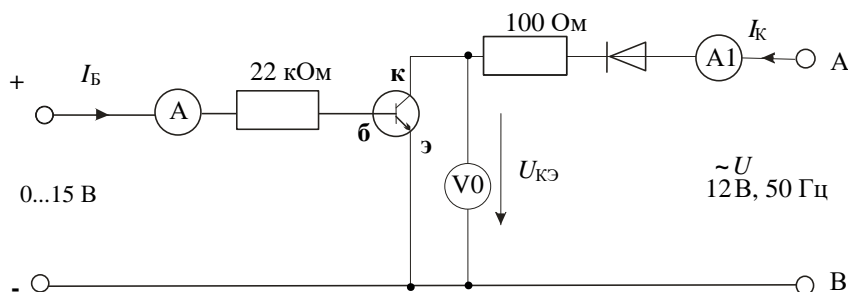

Рисунок 3 – Схема для исследования влияния тока базы на вольтамперную характеристику  $n-p-n$  транзистора
1.1. Соберите цепь согласно схеме (рис. 3). В этой цепи в качестве источника синусоидального напряжения используется линейное напряжение трехфазного генератора, а диод включен для исключения обратного напряжения на транзисторе. Приборы А1 и V0 – входы коннектора, служащие для вывода тока  $I_K$  и напряжения  $U_{КЭ}$  на виртуальный осциллограф. Миллиамперметр А служит для измерения тока базы и может быть как мультиметром, так и виртуальным прибором.